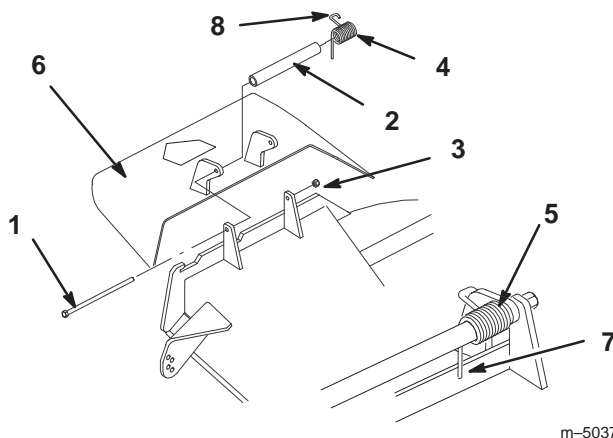

Figure 67
1. Retirez le contre-écrou, le boulon, le ressort et l'entretoise qui fixent le déflecteur aux supports de pivot (Fig. 67). Enlevez le déflecteur s'il est endommagé ou usé.
Remarque : Prenez soin de placer l'extrémité droite du ressort derrière le bord du plateau avant de mettre le boulon en place, comme indiqué à la Figure 67.
3. Remettez le boulon et l'écrou. Accrochez l'extrémité crochue du ressort au déflecteur d'herbe (Fig. 67).